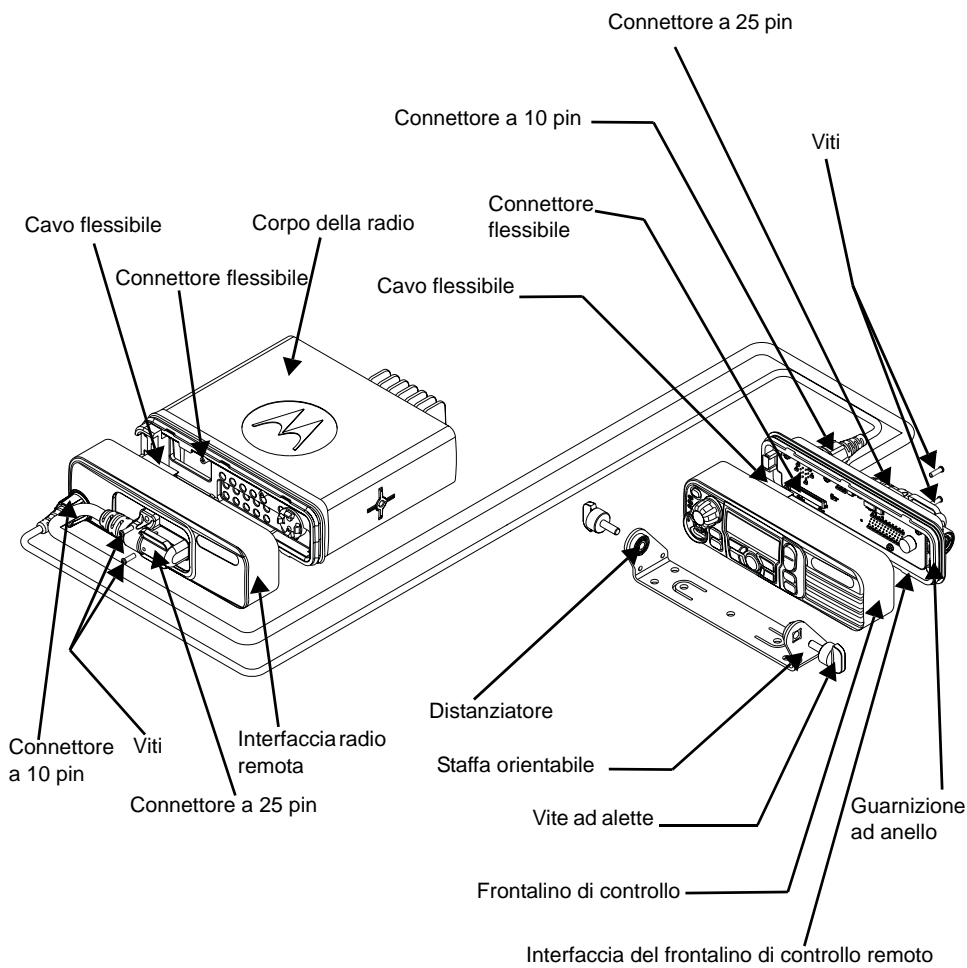

Figura 3 Montaggio del frontalino di controllo remoto e della staffa
1. Verificare che il cavo flessibile sia alloggiato correttamente nel connettore del corpo del frontalino di controllo. (Vedere Figura 3).
2. Inserire il cavo flessibile nel connettore flessibile sul modulo di interfaccia del frontalino di controllo remoto, verificando che sia alloggiato correttamente. (Vedere Figura 3).
1. Verificare che il cavo flessibile sia alloggiato correttamente nel connettore sul modulo di interfaccia radio remota. (Vedere Figura 3).
2. Collegare il cavo flessibile al connettore flessibile nel corpo della radio, verificando che sia alloggiato correttamente. (Vedere Figura 3).